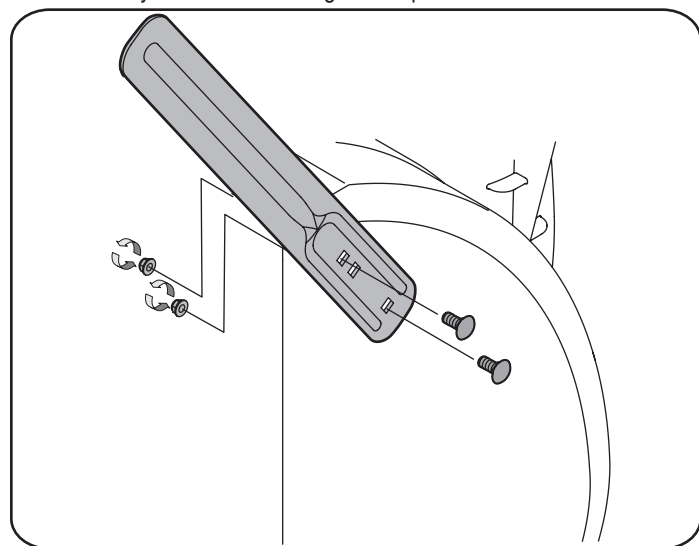

Figura 7
2. Gire los cortadores de desplazamiento de nieve y posícionelos según se muestra en la Figura 7 hacia el exterior de la caja de la barrena.